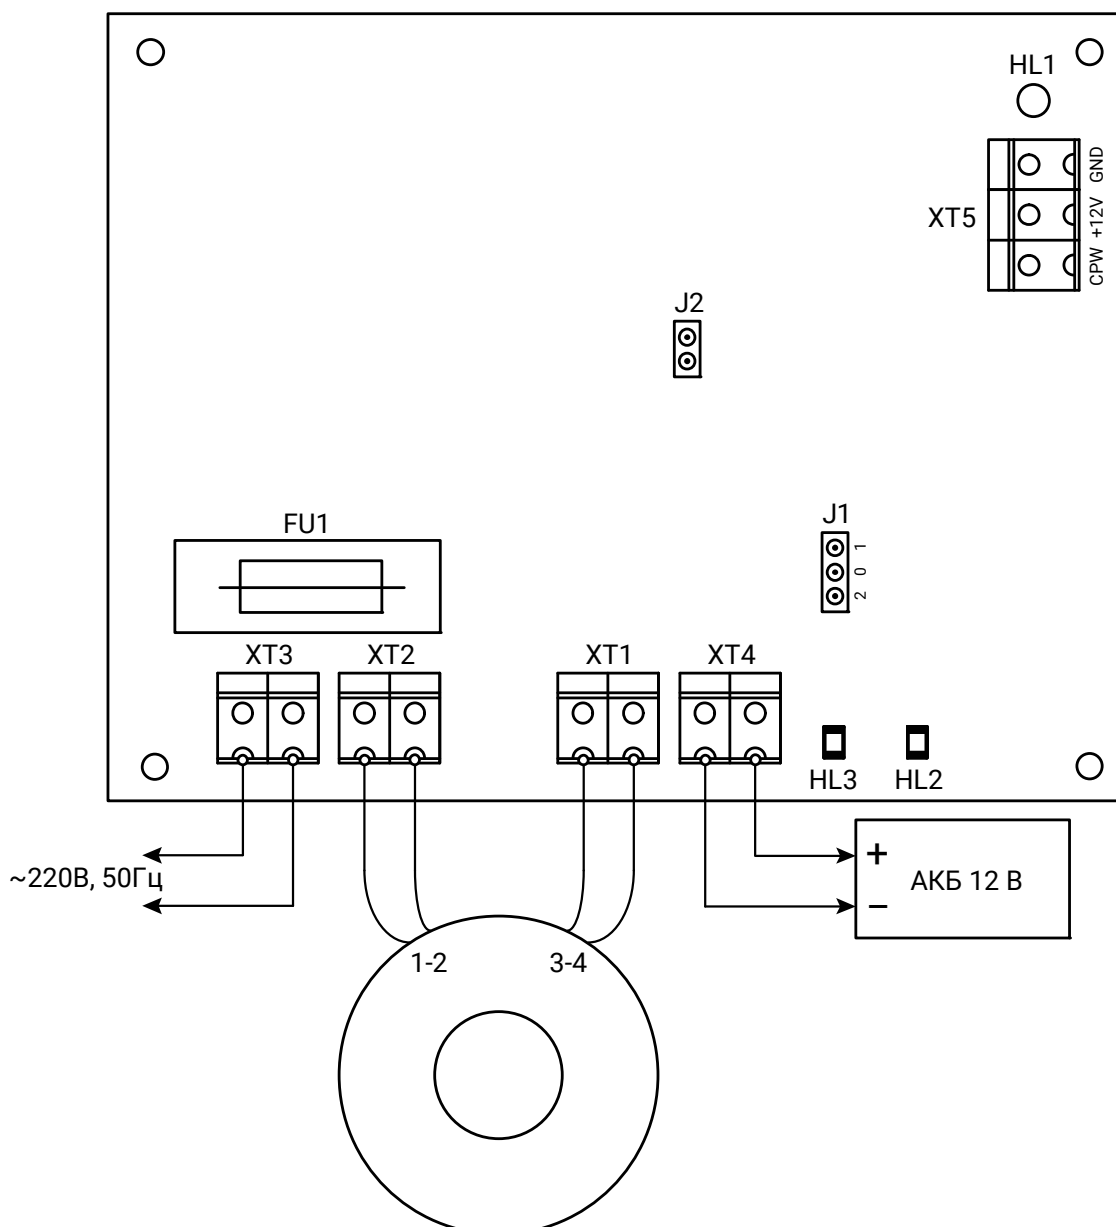
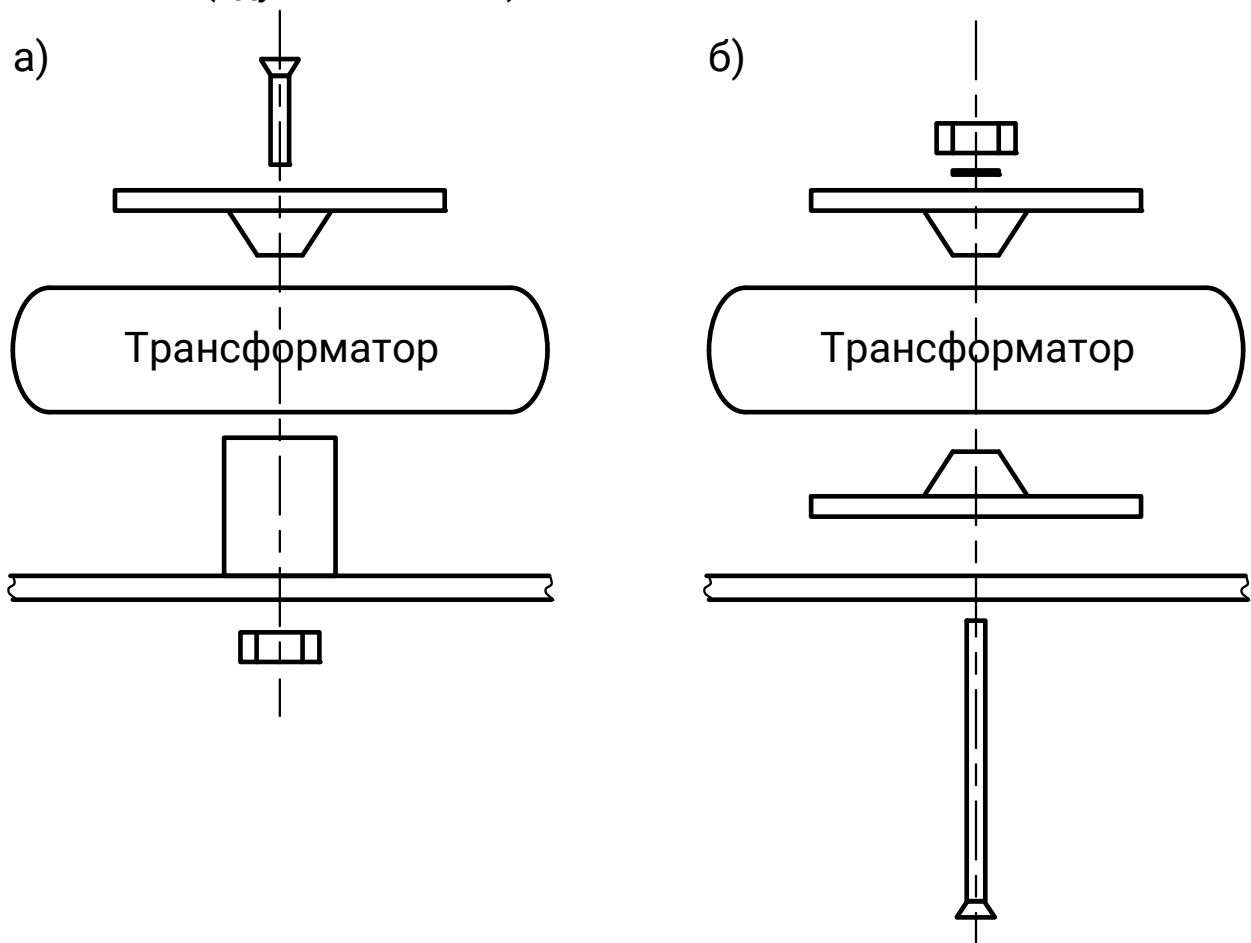

Рисунок 1. Схема подключения
Рисунок 2. Варианты крепежа трансформатора
1. Подключите трансформатор к разъёмам ХТ1 и ХТ2, как показано на рис. 1. При использовании корпуса «Контакт» (рис. 2а) установите трансформатор на шпindel и зафиксируйте его специальной пластиковой шайбой, используя винт М4×20 и гайку М4 (идут в комплекте). Плату блока питания установите в посадочное место над трансформатором. Если используется металлический корпус (рис. 2б), зафиксируйте трансформатор пластиковыми шайбами с двух сторон через отверстие в корпусе с помощью винта М4×60, шайбы Гровера D4 и гайки М4 (идут в комплекте).